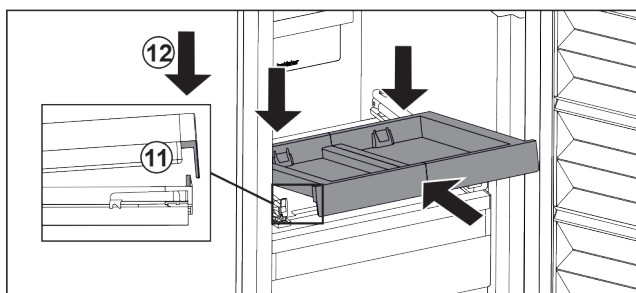

Fig. 143
- Shtyjeni pjerrtas brenda. Bëni kujdes që në të dyja anët ndaluesi të jetë prapa gjuhëzës kapëse. Fig. 143 (11)
- Uleni poshtë përpara raftin me tërheqje. Fig. 143 (12)